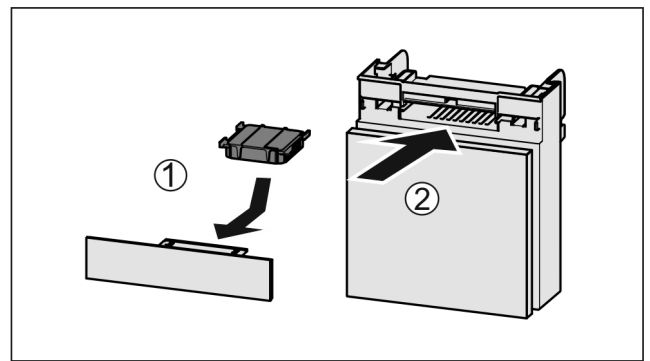

Fig. 136
- ▶ Actiefkoolfilter overeenkomstig afbeelding aanbrengen Fig. 136 (1).
- ▶ Lade erin schuiven Fig. 136 (2).